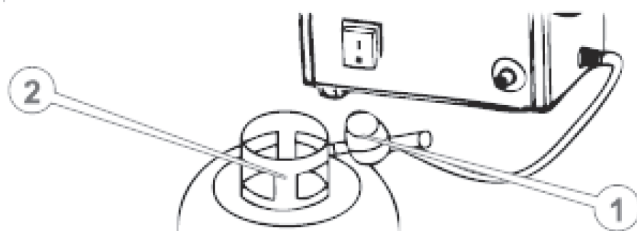

Рисунок 4. Схема під'єднання газового балону до виробу.
6. Приєднати виріб до газового балона (2, рис. 4) за допомогою газового рукава та регулятора тиску газу (1, рис. 4) і надійно затягнути гайковим ключем гайку штуцера регулятора тиску. Нарізні з'єднання штуцерів і гайок виробу, газового рукава, регулятора тиску газу, вентиля балону для горючих газів мають ліву нарізку.